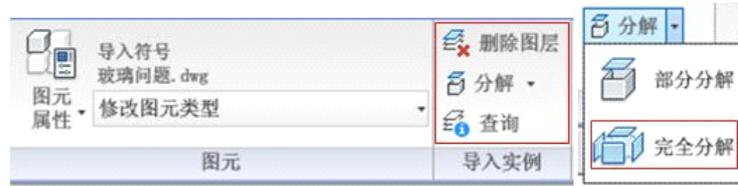

图 21.3-5
- 在导入 CAD 图形的视图中单击选中该图形，单击“修改*.dwg”选项卡，“导入实例”面板下“分解”下拉箭头“完全分解”以分解导入的 CAD 图形（如图 21.3-5 所示）。